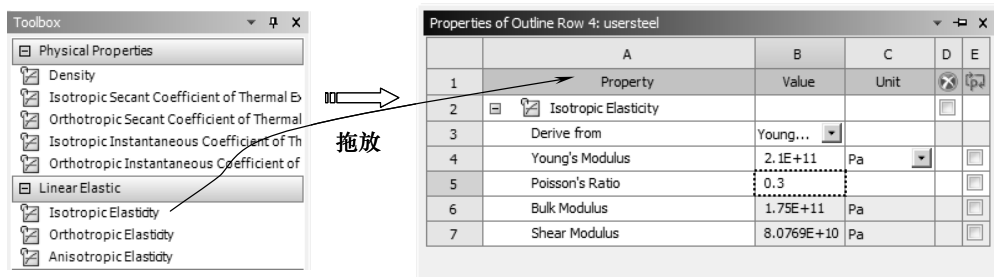

图 7-18 创建弹性属性
3) 在【Outline of Schematic B2: Engineering Data (工程数据)】窗口中选中新建的材料 usersteel，在【Toolbox (工具箱)】中【Linear Elastic】下的【Isotropic Elasticity】选项上按住鼠标左键，拖动到【Properties of Outline Row 4: usersteel】窗口中的 A1 栏的【Property】选项上，释放鼠标创建弹性属性并输入属性值，如图 7-18 所示。